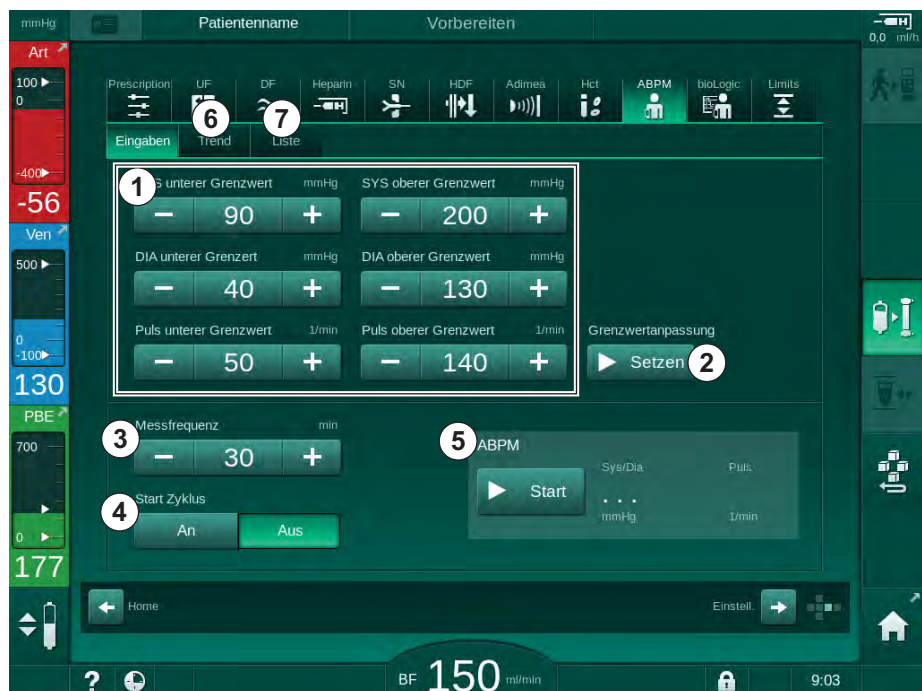

Abb. 11-6 ABPM-Einstellungen auf dem *Eingabe*-Bildschirm
2. Zum Anpassen der Alarmgrenzen an Werte um den gemessenen Blutdruck *Grenzwertanpassung, Setzen* (Abb. 11-6, ②) berühren.
1. Um zyklische Messungen im eingestellten Zeitintervall zu aktivieren bzw. zu deaktivieren, *Start Zyklus*, *AN* (Abb. 11-6, ④) wählen.
2. Um das Messintervall einzustellen, *Messfrequenz* ③ wählen. Mögliches Intervall: 1 bis 60 Minuten.
Start im Gruppenfeld *ABPM-Einstellungen* auf dem *Eingabe*-Bildschirm (Abb. 11-6 ABPM-Einstellungen auf dem Eingabe-Bildschirm (268), ⑤) berühren.